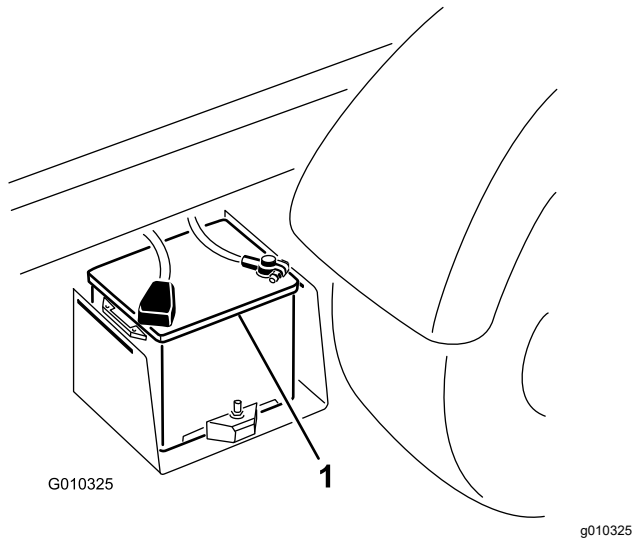

Figura 51
2. Conecte un cable de batería entre los bornes positivos de las dos baterías (Figura 51). El borne positivo está identificado con un signo + en la tapa de la batería.